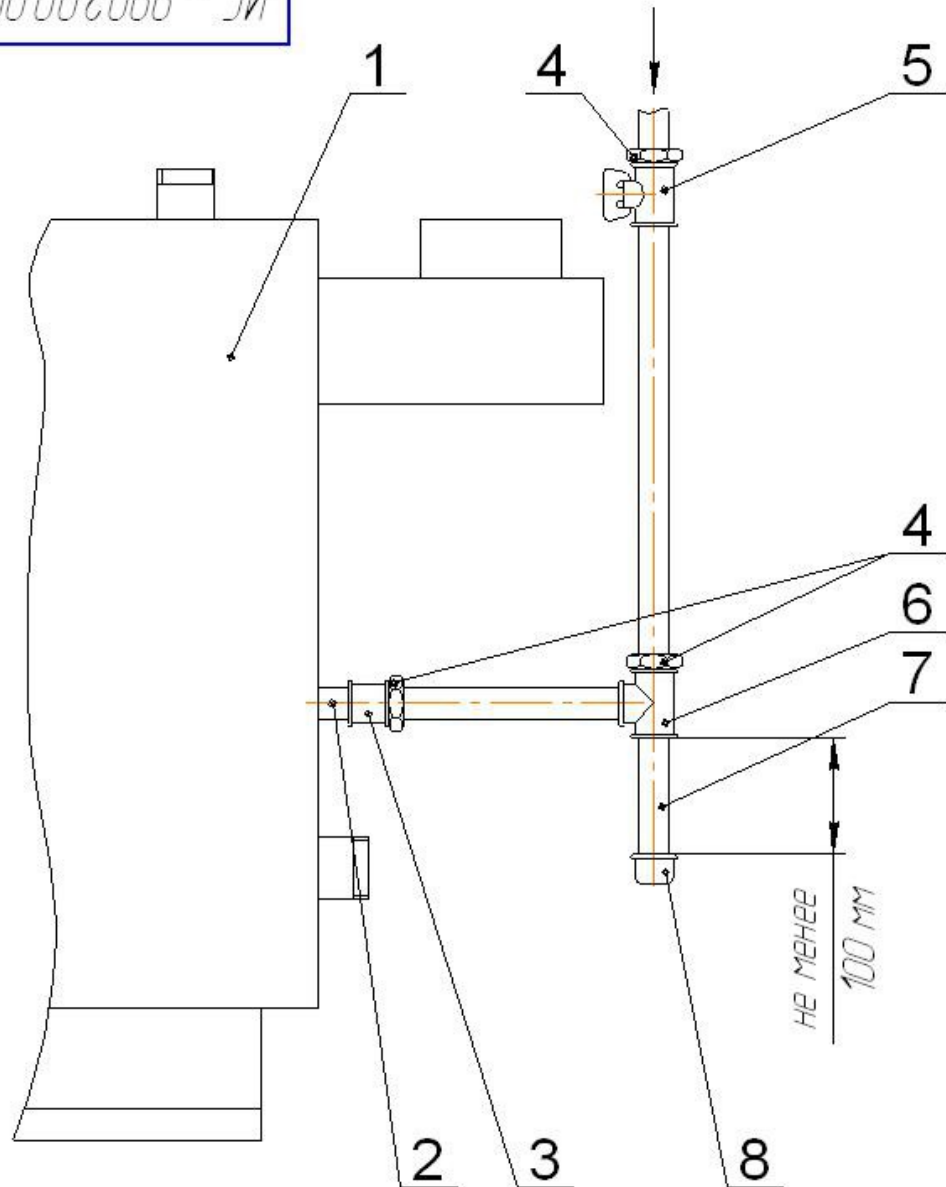

Рис. 6 Схема подсоединения котла к газопроводу
**Достаточность воздуха, проникающего данным образом в помещение или необходимость устройства специальных каналов /воздуховодов, см. рис. 6 / зависит от конкретного помещения, мощности котла, наличия других приборов-потребителей воздуха /кислорода/. В данном вопросе следует руководствоваться проектом. В любом случае следует руководствоваться следующими нормами:**